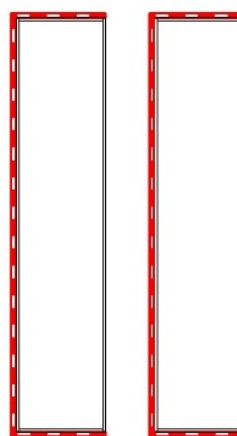

Fig 2
- Jambage contreplaqué (Fig. 2) : Il se fixe dans le bloc adjacent par une double rangée de vis centrale. (Détail A)